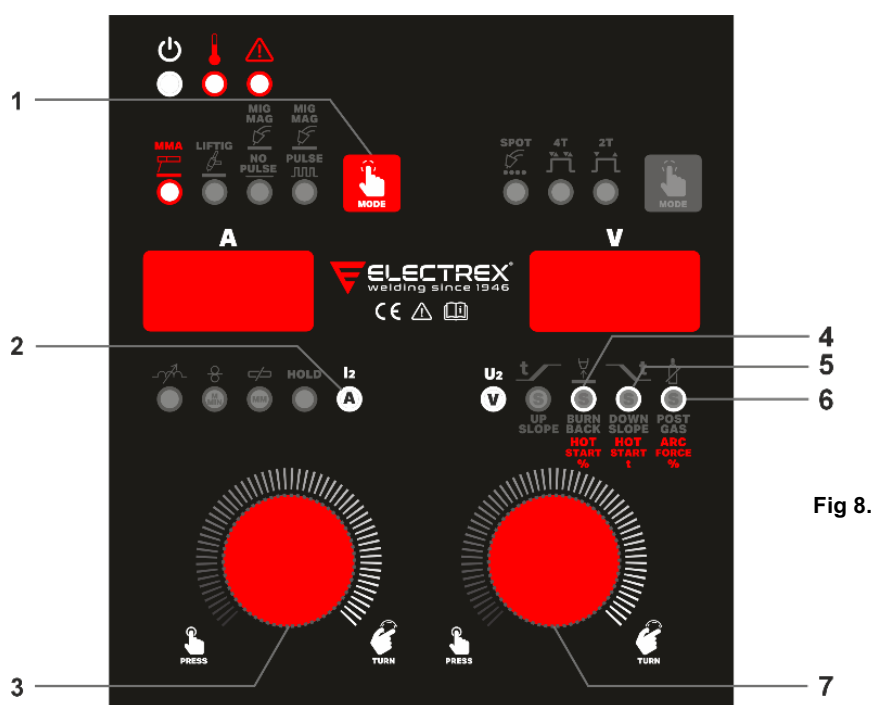

Fig 8.
- Sélectionner le soudage MMA (électrode enrobée), en appuyant sur la touche 1 (Fig.8) jusqu'à ce que la led MMA s'allume.
8.3.1. Paramètres du soudage MMA (électrode enrobée) (voir Fig.8)